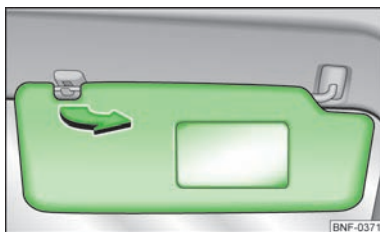

Fig. 28
- Tirez le pare-soleil hors de son logement et faites-le pivoter vers la portière dans le sens de la flèche » fig. 28.